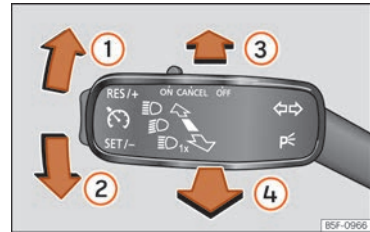

Abb. 84 Blinker- und Fernlichthebel.
- Drücken Sie den Blinker- und Fernlichthebel aus der Ausgangsstellung nach vorne »» **[Abb. 84] ③**.
- **ODER:** Ziehen Sie bei eingeschaltetem Fernlichtassistenten den Blinker- und Fernlichthebel nach hinten »» **[Abb. 84] ④**.